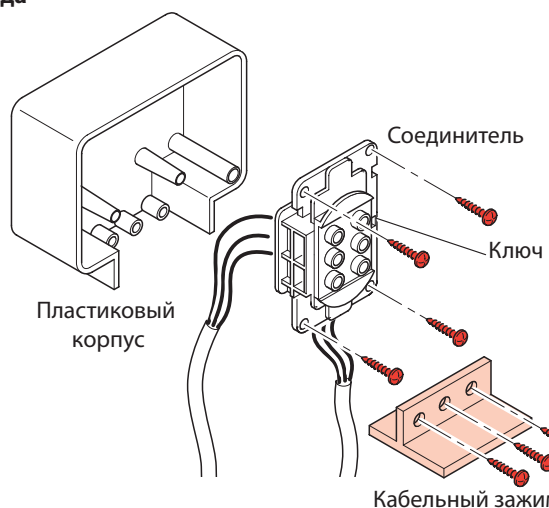

Рис. 3
1. На рис. 3 показан порядок сборки поставляемого соединителя входа/выхода с использованием изолированного кабеля с сечением жил не менее **2,5 мм²**.
2. Вставьте соединитель в пластиковый корпус и закрепите его винтами из комплекта поставки. С помощью кабельного зажима прикрепите проводники к корпусу (см. рис. 3).
Поставляемые в комплекте кабели оснащены входной вилкой и выходной розеткой, и рассчитаны на максимальный ток 16 А. Поэтому рекомендуется соединять панель управления с поставляемым соединителем напрямую (как показано на рис. 3 и 4 на стр. 11) для применений, в которых ток на входе ИБП будет превышать 13 А (например, мощность нагрузки 5000 ВА при напряжении на входе 184 В).